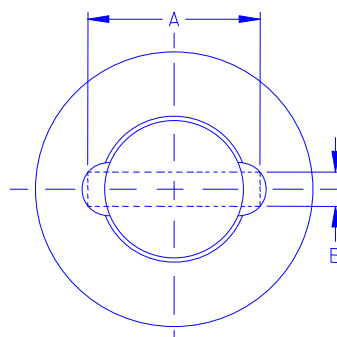

Figura 3: Dimensões da Ferramenta de Remoção do Retentor
- **Válvula de uma só peça.** O passo seguinte é a remoção do retentor para fora do corpo da válvula. Segurar a válvula correctamente antes de tentar remover o retentor. Consultar a figura 3 quanto às dimensões a usar no fabrico de ferramenta para remoção do retentor utilizando uma peça de chapa de aço.